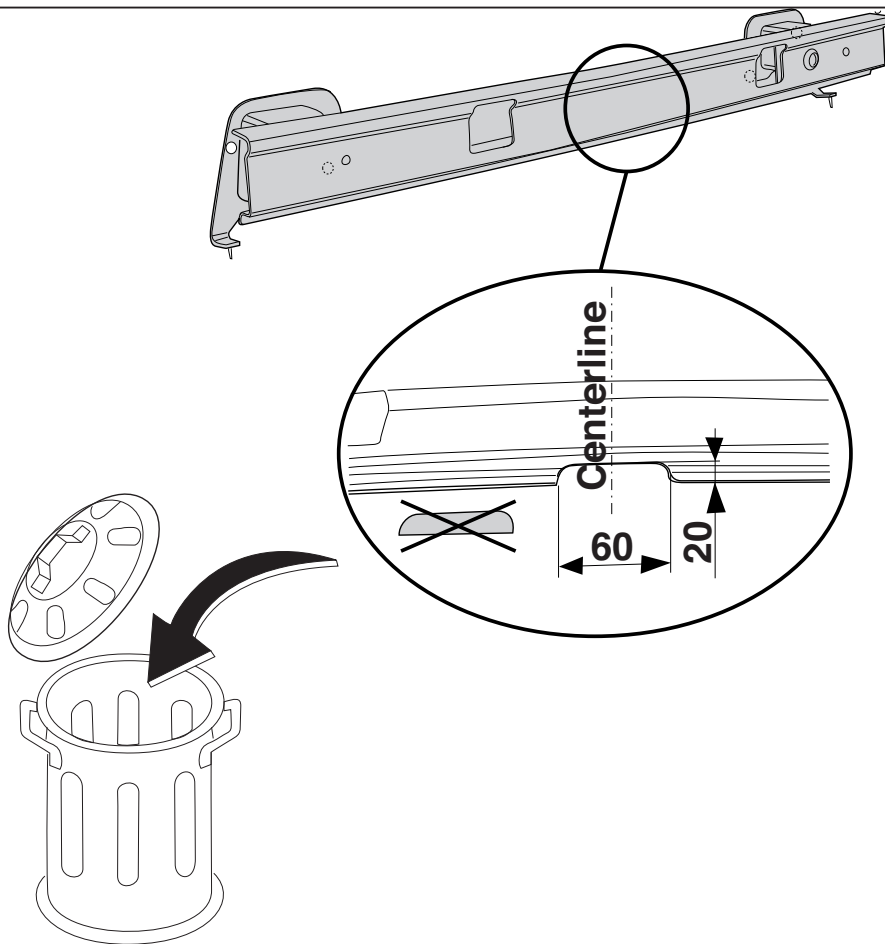

Fig.2
3. Вырезать указанные части из внутренней арматуры бампера, как указано на рис. 2 .